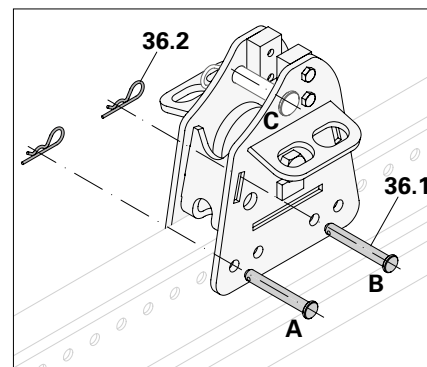

Fig. A10.01
1. Løsn fjedersplit (36.2) og pasbolt (36.1) på bjælkeholder (36) – 2x for hver bjælkeholder. (Fig. A10.01)